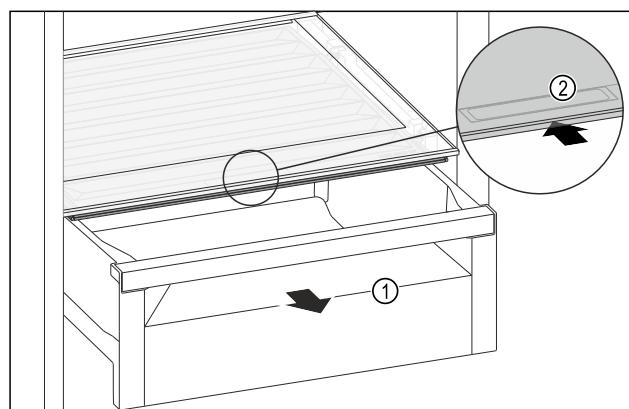

Fig. 104
- ▶ Извлеките выдвижной ящик Fig. 104 (1).
- ▶ Возьмитесь за утопленную ручку Fig. 104 (2) на крышке отделения и одновременно введите крышку отделения назад.